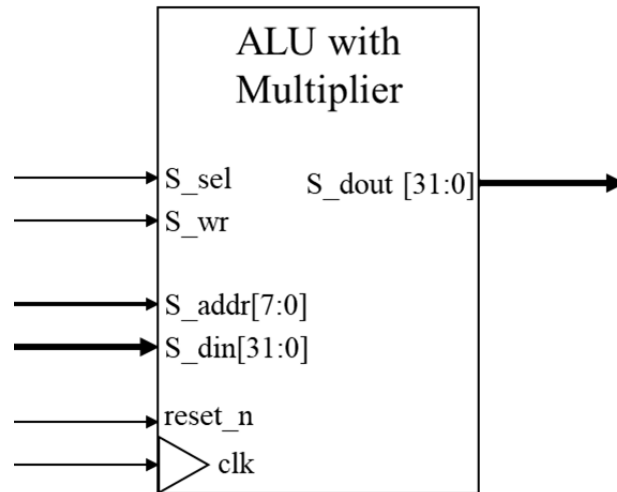

Figure 3. Schematic symbol of ALU with Multiplier
- Figure 3 은 ALU with Multiplier 의 schematic symbol 로 input/output port 의 이름과 bit width 를 나타낸다.